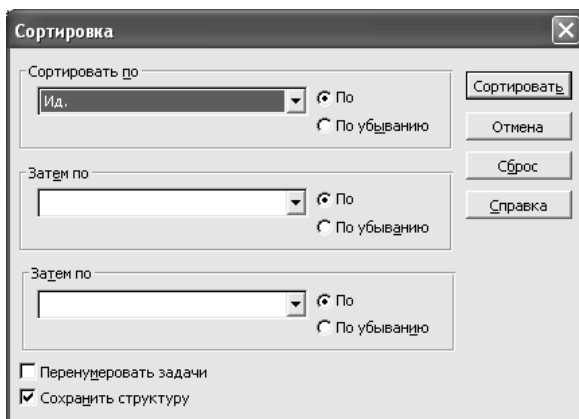

Рис. 41. Налаштування сортування інформації проекту
1. З підміню **Сортування** меню **Проект** виберіть спосіб сортування. Якщо Вам необхідно використовувати інший спосіб сортування, відмінний від приведених в меню, виберіть команду **Сортувати по**. З'явиться вікно **Сортування** (рис. 41).